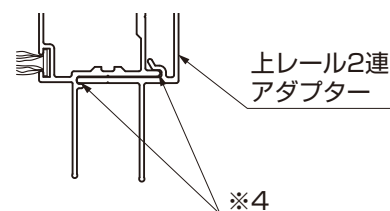

図1-16 A部詳細図
- 上レール2連アダプターは※4の箇所を、はめあうように取付けてください。(図1-16参照)
(5) 吊元側縦枠の取付け